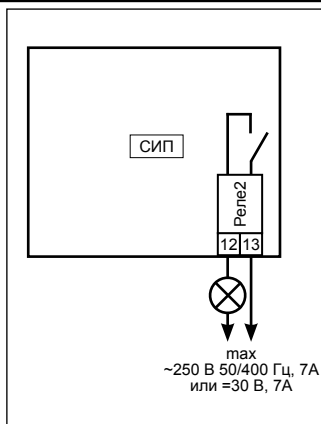

Рисунок 5. Счётчик импульсов СИП. Подключение сигнала о достижении установленного значения.
6.5 Если необходимо световое или звуковое оповещение о достижении установленного значения, подключите один провод кабеля сигнального устройства в разрыв к контактам Реле2 (Рисунок 5).